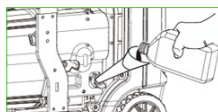

Рис. 2
- Залейте 0,7 л масла. (См. таблицу с рекомендуемыми марками масла – Рис. 4) (Рис. 2)